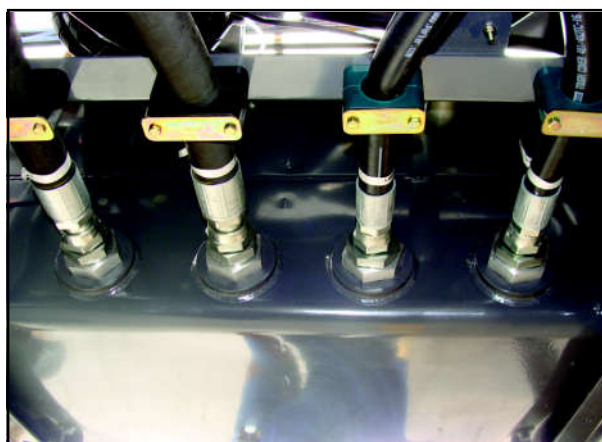

Fig. 44
- 1 - Remueva el tapón (1) del depósito de aceite, a la derecha del pulverizador, vaciando totalmente. Trate de eliminar la mayor parte del aceite atrapado en las mangueras de los filtros de succión (Fig.44).